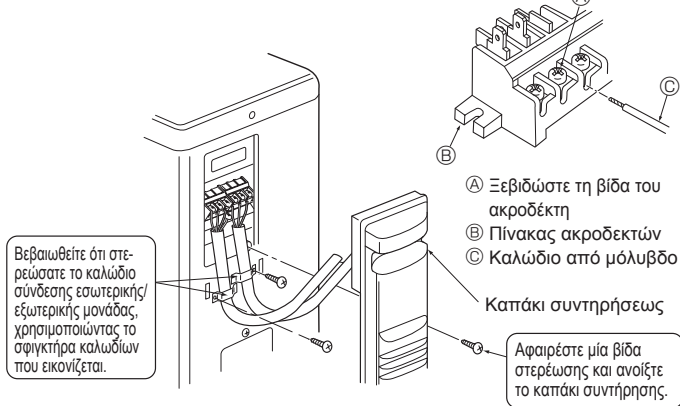
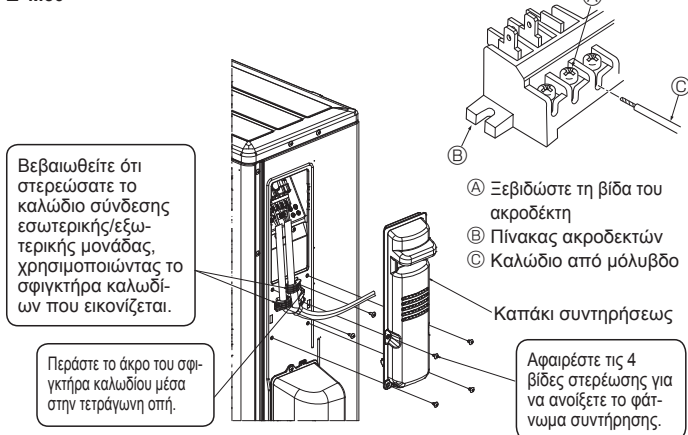
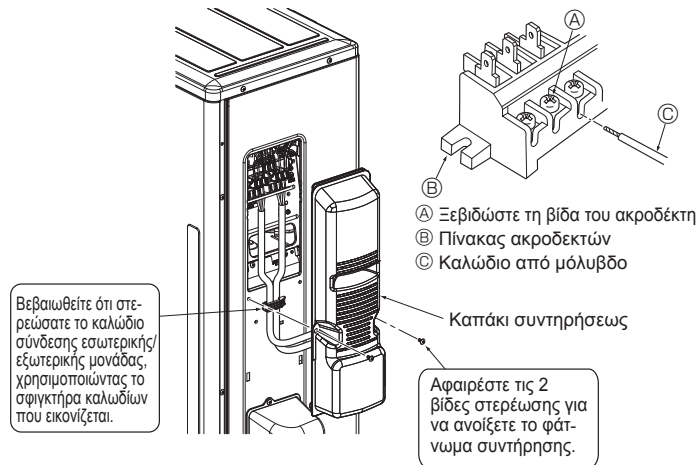

Fig. 6-3
Fig. 6-4
Fig. 6-5
6.1. Εξωτερική μονάδα (Fig. 6-1, Fig. 6-2, Fig. 6-3, Fig. 6-4, Fig. 6-5)
- ① Βγάλτε το καπάκι συντήρησης.
- ② Συνδέστε τα καλώδια σύμφωνα με τις Fig. 6-1, Fig. 6-2, Fig. 6-3, Fig. 6-4 και Fig. 6-5.